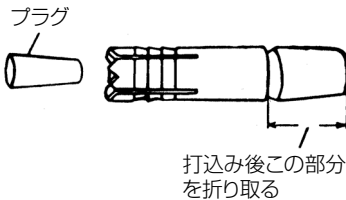

図 6
(1) 自穿孔アンカー（図 6）をアンカーアダプタに取付けます。